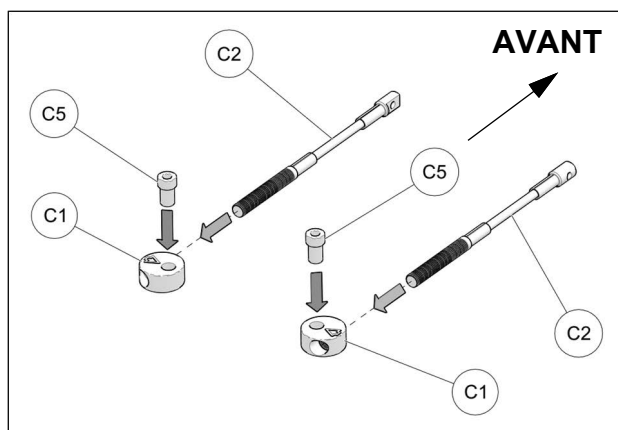

Fig. 21
12. Assembler les câbles des limiteurs de conduite (**C2**), les disques en aluminium (**C1**) et les bagues espaceurs (**C5**) tel que montré à la Fig. 21